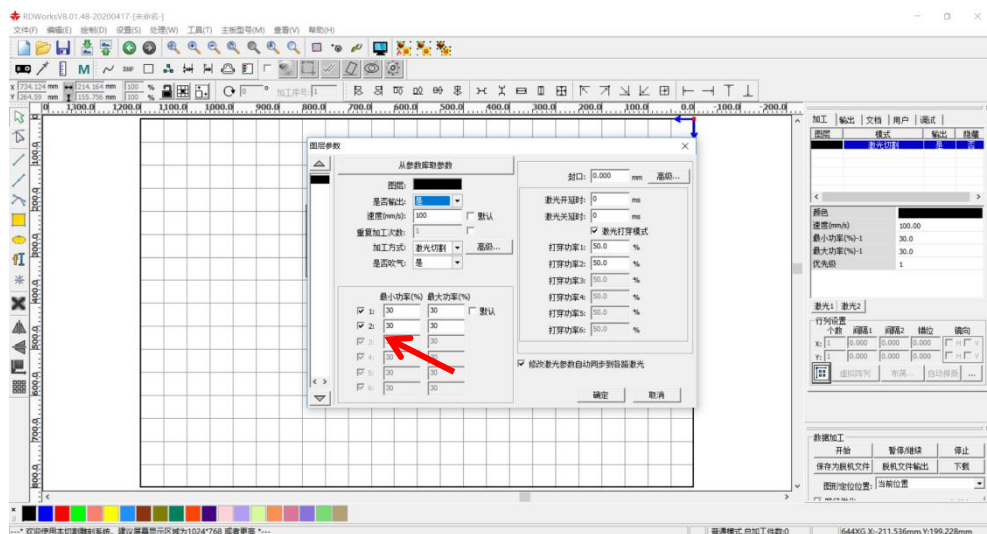

图 2-2
2、双击加工页面黑色图层，根据板材设定速度与功率。如图 2-2 所示，红色箭头处是激光头个数，因为只有一个激光头，所以将第二个勾取消。